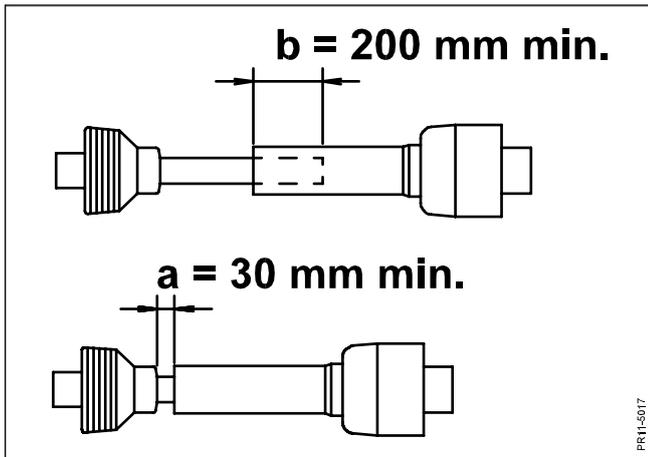

Fig. 2-9
- Fig. 2-9:** Regolare l'albero di comando della presa di forza in modo tale che abbia:
IMPORTANTE: Le misure di sovrapposizione indicate per i tubi dell'albero di comando della presa di forza devono essere controllate, come mostrato nella fig. 2-9.